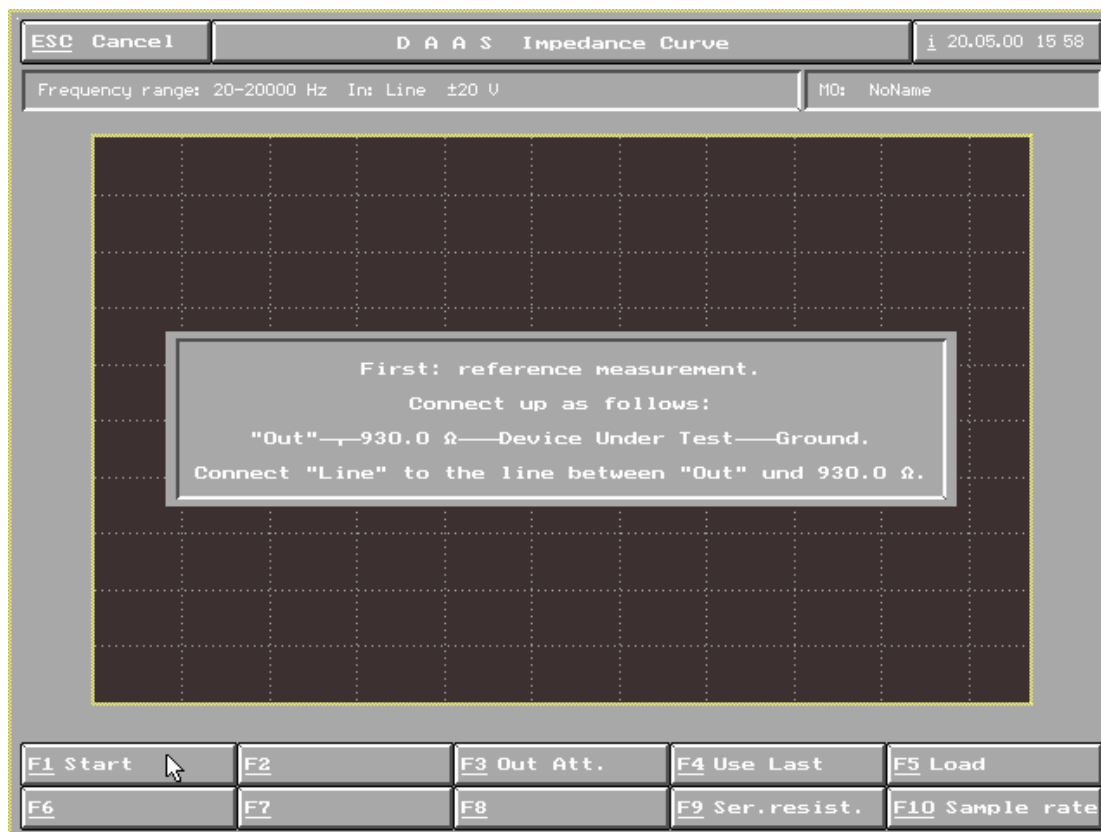

图 15
2) 选择 F1 Start 做基准测试 (图 15) 阻抗线不联扬声器。F9 Ser resist: 设定取样电阻值, 校正测试结果。